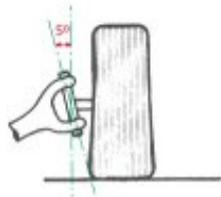

Fig. 6.
- **Salida:** Se considera la vertical del eje con la prolongación del pivote en sentido transversal. Suele ser de  $5^\circ$  (Fig. 6).